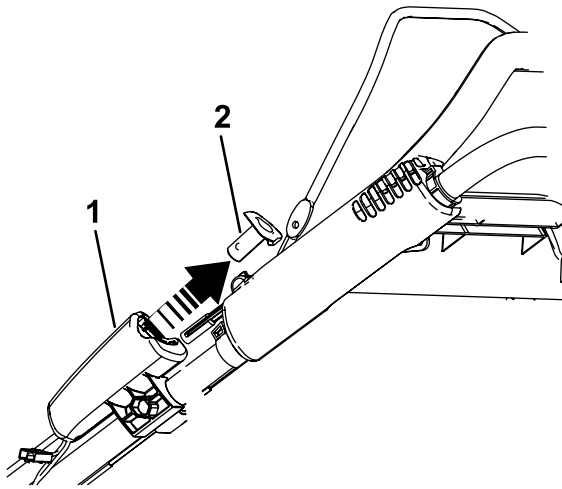

Bild 23
1. Ziehen Sie die Elektrostarttaste (falls vorhanden) ab, siehe Bild 23.